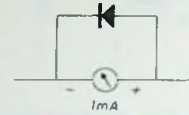

Fig. 8
3. Om de meter te beveiligen is het mogelijk hierover een 'zware' diode te schakelen (fig. 8). Wanneer de spanning over de meter t.g.v. overbelasting groter wordt dan bv. 0,3 volt, dat het grootste deel van de stroom via de diode wegvloeien.